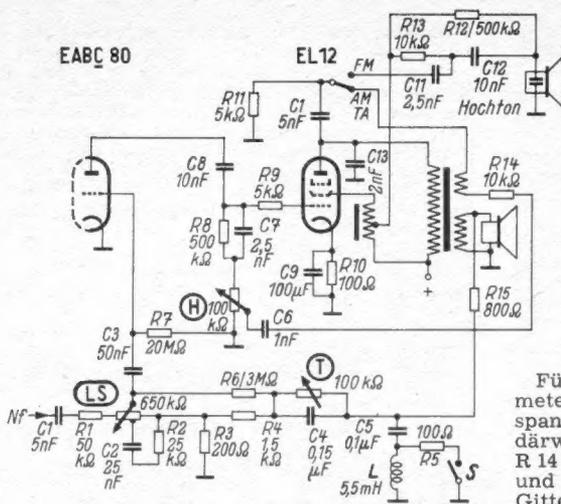

Bild 16. Höhen- und Tiefenregler im Grundig 5040 W
Die Gegenkopplungszweige im Grundig 5040 W sind besonders übersichtlich (Bild 16). Die Niederfrequenz gelangt über C1 und R1 auf den Lautstärkenregler LS und von hier über C3 auf das Gitter der Triode (EABC 80), deren Gittervorspannung an R7 durch den Gitteranlaufstrom entsteht. Von ihrer Anode läuft die Niederfrequenz über C8 und R9 zum Gitter der Endröhre EL 12.
Wie Bild 16 zeigt, ist der statische Hochtonlautsprecher nur bei FM angeschaltet, dagegen nicht in Schalterstellung AM und Tonabnehmer, jedoch wird ihm über R 12 stets seine Polarisationsspannung zugeführt. In Wellenschalterstellung „UKW“ (FM) wird dem Hochtonsystem die Tonfrequenzspannung über C 10, R 11, C 11 und C 12 zugeleitet, wobei diese Glieder nicht nur die tiefen Frequenzen abhalten, sondern auch bestimmte Frequenzkorrekturen ermöglichen. Karl Tetzner